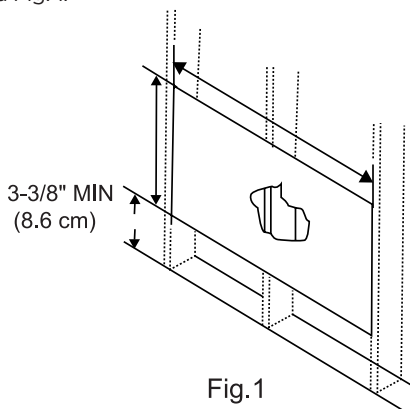

Fig.1
3. Mida entre los bordes internos de cada uno de los otros montantes como se muestra en la Fig. 1.